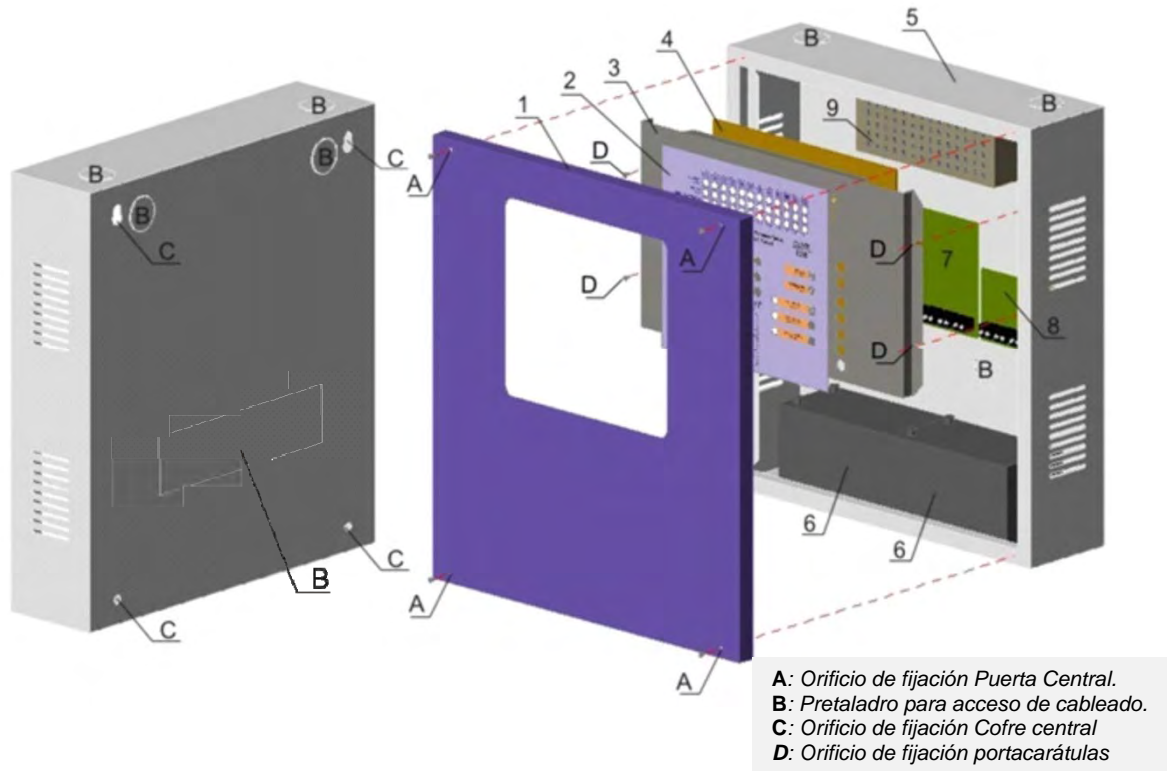

Figura 3: Diagrama cofre y puerta central
La central CLVR se basa en un cofre metálico, en cuyo interior se sitúan los diferentes componentes. La puerta se fija en el cofre mediante 4 tornillos frontales (letra A en la figura 3) situados cerca de las esquinas.
En cuanto al cofre, éste va provisto de 6 pretaladros circulares de 28 mm y 1 rectangular de 137 x 36 mm para permitir el acceso del cableado a la central (Letra B en la figura 3).
Para la instalación del cofre a la pared, existen 4 orificios de diámetro 8 mm distribuidos en la cara posterior cerca de las esquinas (letra C de la figura 3).
Por tanto, el proceso de instalación de la central es el siguiente (ver figura 3):
- Realizar los taladros necesarios para sujetar la central en la pared. Para ello tener en cuenta los orificios (C) situados en las esquinas del cofre (ver figura 3).
- Desmontar la puerta del cofre retirando los tornillos (A) de las esquinas.
- Abrir los pretaladros (B) necesarios para el paso de los cables a la central.
- Montar el cofre en la pared usando los orificios (C).